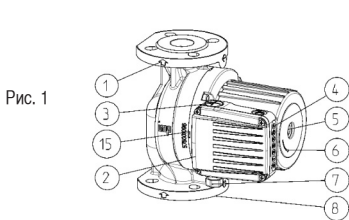
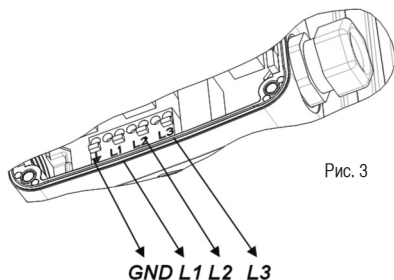

Рис. 1
Рис. 3
- направление потока воды, проходящей через насос, должно совпадать со стрелкой на корпусе насоса (рис. 1, поз. 1);
- монтажные фланцы PN 6/10 (рис. 1, поз. 8).
Подключение к электросети должно выполняться согласно схеме подключения (рис. 3), находящейся в нижней части крышки двигателя. Перед подключением необходимо отвинтить верхнюю крышку (рис. 1, поз. 2)
Поскольку двигатель погружен в воду и установлен на специальные подшипники, которые также смазываются водой, перед запуском необходимо наполнить насос жидкостью и удалить воздух. Для удаления воздуха необходимо открутить винты, имеющиеся в задней части электродвигателя (рис. 1, поз. 5), что обеспечивает выход воздуха через зазор между осью двигателя и подшипником. Когда начнет поступать вода, необходимо закрыть клапаны, как на всасывании, так и на подаче. Затем запустите насос и проверьте направление вращения. Если вал вращается в неправильном направлении, начнет мигать красный индикатор. Имеется также возможность сигнализации о других неисправностях насоса, которые указаны в таблице ниже. Количество миганий красного светового индикатора означает номер неисправности. После каждой серии миганий следует более длительный интервал: количество миганий между двумя интервалами означает номер неисправности.
Каждый насос может работать согласно 3 характеристическим кривым благодаря возможности установки 3 различных скоростей двигателя. Для выбора требуемой кривой, ①②③, нажмите кнопку ③ (рис. 1, поз. 4), с помощью которой устанавливается скорость двигателя. Для насосов MR (auto) выбор скорости может осуществляться как вручную, выбором кривых ①②③ с помощью кнопки ③, так и автоматически самим насосом при установке режима автоматической регулировки ④ или ⑤ (ночной режим) с помощью кнопки ④. В автоматических режимах ④ и ⑤ насос самостоятельно выбирает скорости ② и ③ в зависимости от мгновенной подачи. В режиме ④(ночной) определяется температура жидкости и, в случае постепенного падения температуры минимум на 10°C, насос автоматически выбирает скорость ②; в случае уменьшения температуры на 20°C автоматически выбирается скорость ③. Если температура снова повышается минимум на 20°C, насос возвращается в переменный автоматический режим согласно различным кривым с зависимости от подачи. Такой режим пригоден для систем с термостатическими клапанами и систем, в которых температура падает в ночное время.
Выключите насос, закройте клапаны как на подаче, так и на всасывании, открутите штуцер сапуна с помощью отвертки (рис. 1, поз. 5). Его следует прокручивать до тех пор, пока не исчезнет сила трения. Затем затяните штуцер сапуна.